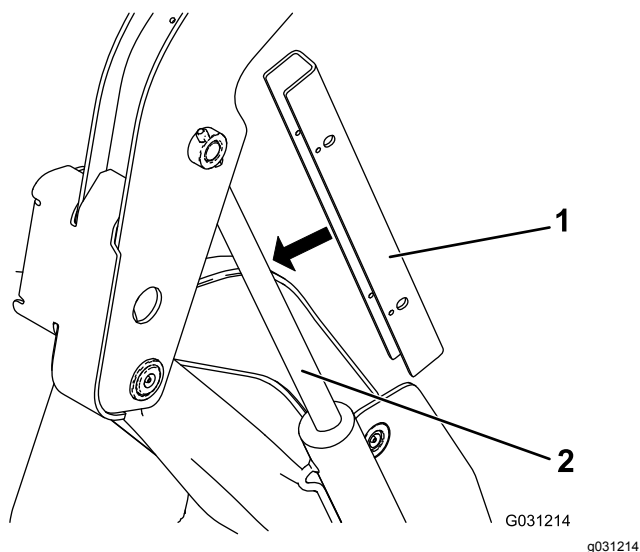

Figura 31
- Fate scorrere il blocco del cilindro sull'asta del cilindro di sollevamento (Figura 31).